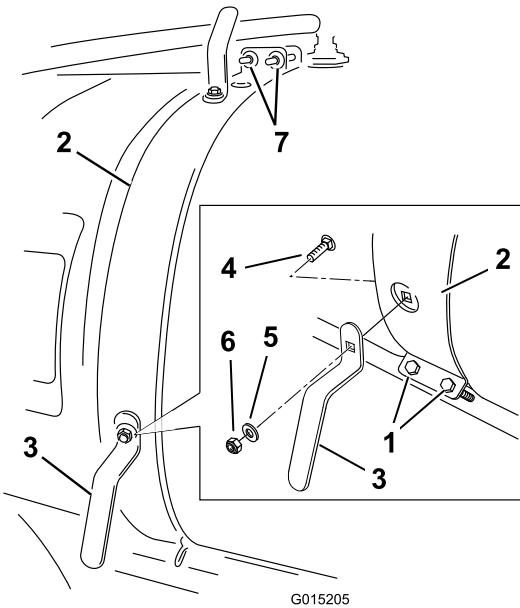

Figura 3
1. Desaperte a cinta frontal do depósito no lado direito (Figura 3).
3. Gancho de tubo (2)	7. Dispositivos de fixação da cinta de depósito (estilo mais recente)
4. Parafuso de carroçaria (5/16 x 3/4 pol.) (2)
- Instale o gancho de tubo inferior como se mostra em Figura 3 utilizando um parafuso de carroçaria (5/16 x 3/4 pol.), uma anilha (3/8 pol.) e uma porca de bloqueio (5/16 pol.).
- Instale o gancho de tubo superior como se mostra em Figura 3 utilizando um parafuso de carroçaria (5/16 x 3/4 pol.), uma anilha (3/8 pol.) e uma porca de bloqueio (5/16 pol.).